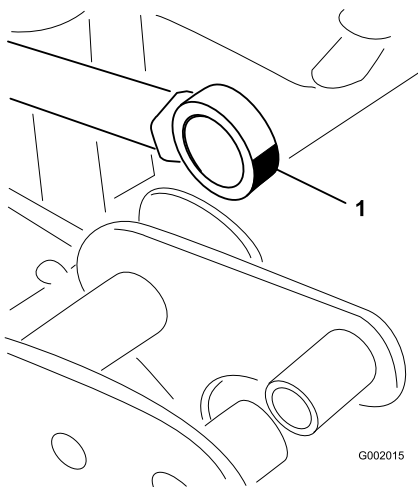

図 51
5. アクチュエータロッドのベアリング端部を動かしながらベアリング内部にグリスを注入する(図 51)。はみ出したグリスはふき取る。